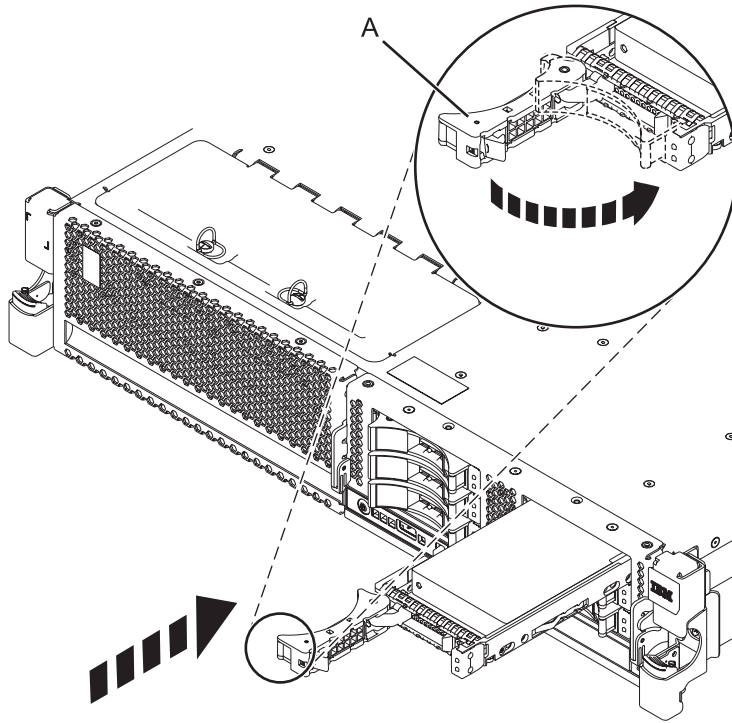

Figure 5. Installation de l'unité de disque dans l'unité centrale
6. Lorsque le voyant d'identification clignote, faites glisser complètement l'unité dans l'unité centrale ou l'unité d'extension, et poussez complètement la poignée (A) de l'unité jusqu'à ce qu'elle se verrouille, comme indiqué à la figure 5, à la page 13.